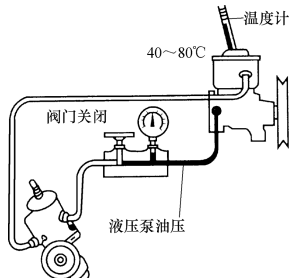

图 3-139 转向液压泵压力的检查
1) 将量程为 15MPa 的压力表自节流阀串接到转向液压泵和转向阀之间的管路中, 如图 3-139 所示。